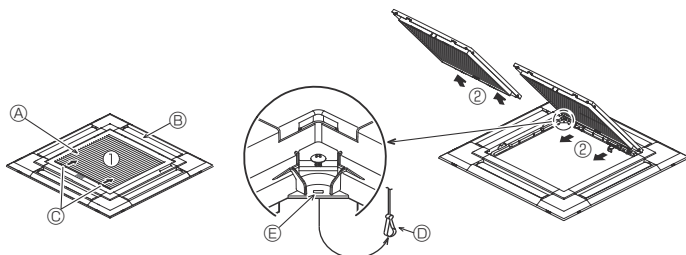
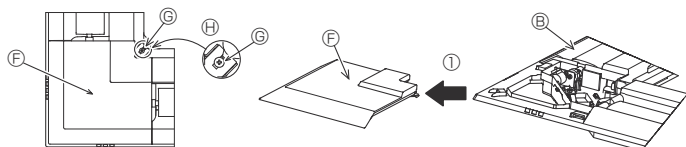

Fig. 9-3
Fig. 9-4
9.2.1. Retrait de la grille d'admission (Fig. 9-3)
- Pour ouvrir la grille d'admission, faire glisser les leviers dans le sens indiqué par la flèche ①.
- Lorsque la grille se trouve en position "ouverte", retirer la charnière de la grille d'admission comme indiqué par la flèche ②.
9.2.2. Retrait du panneau en coin (Fig. 9-4)
- Dévissez les 4 vis de coin. Pour retirer le panneau, faites-le glisser dans le sens indiqué par la flèche ①.
[Fig.9-3] [Fig.9-4]